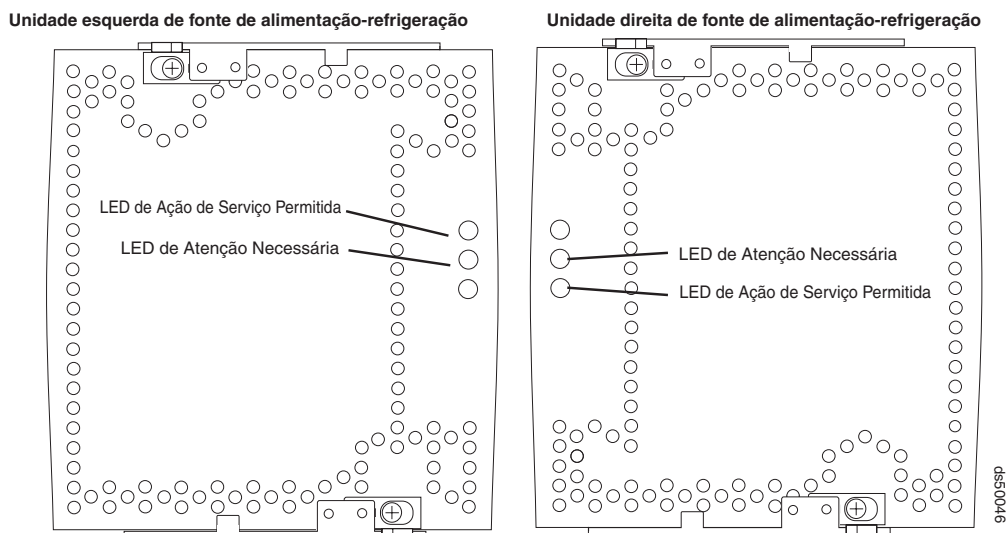

Figura 129. LEDs da Unidade de Fonte de Alimentação e de Refrigeração
4. Localize a unidade de fonte de alimentação e de refrigeração com falha verificando se o LED Atenção Necessária dessa unidade está ligado. (O Figura 129 mostra os LEDs na unidade de fonte de alimentação e de refrigeração.)
5. O LED de status de Ação de Serviço Permitida está ligado? (O Figura 129 mostra o local do LED de status Ação de Serviço Permitida na unidade de fonte de alimentação e de refrigeração.)